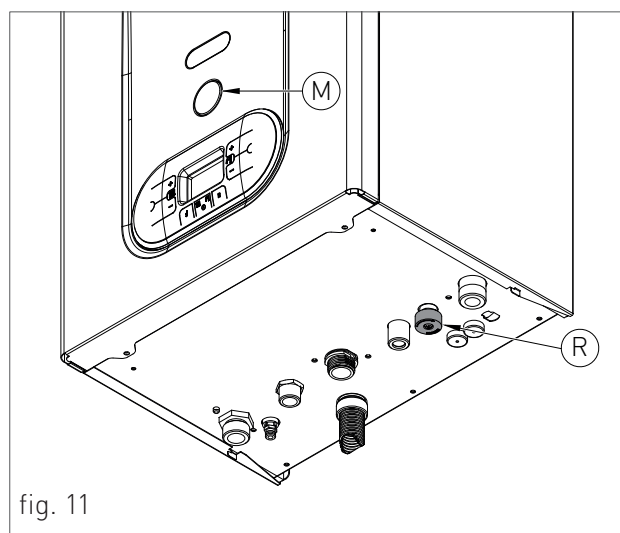
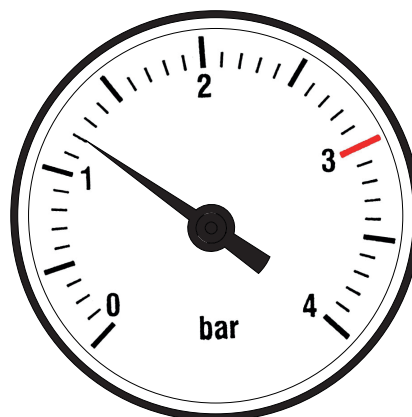

fig. 11
fig. 13
4. Ouvrir le bouchon de remplissage "R" (fig. 11) ;
6. Utiliser le manomètre "M" (fig. 11) pour s'assurer que la pression du système atteint 1,2 bar (fig. 13) ;
7. Après avoir effectué cette opération, s'assurer que la vanne de remplissage "R" (fig. 11) est bien fermée.
10. Si après avoir effectué ces opérations, une diminution de la pression de l'eau se produit à l'intérieur du système, ouvrir à nouveau le bouchon de remplissage "R" jusqu'à ce que le manomètre indique la valeur de 1,2 bar (fig. 13)